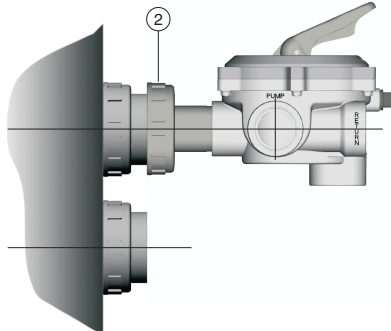

Fig. 2
2. Réunir la vanne avec la sortie supérieure du filtre en visant l'écrou (2) de façon à ce que la vanne puisse tourner autour de l'axe de l'écrou (figure 2). S'assurer que le joint torique (4) est bien dans son emplacement avant de serrer l'écrou (2).